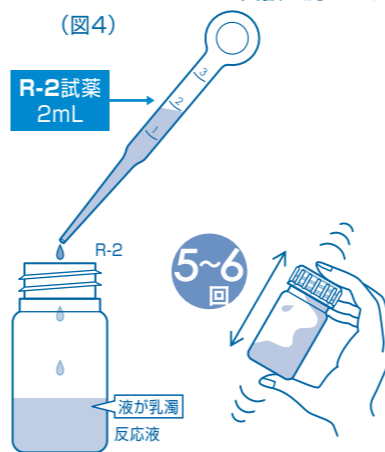

図4
④ ポリビンにR-2試薬2mLをポリピペットで加え、すぐに蓋をしっかりとめてかるく5~6回振り混ぜます。(図4)